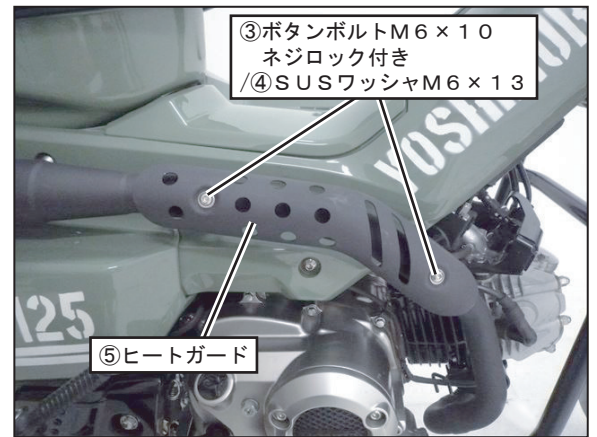

FIG. 25
16. ⑤ヒートガードを①マフラーASSYのナット位置に合わせ、④SUSワッシャM6×13、③ボタンボルトM6×10ネジロック付きを使用して規定トルクで締め付けて下さい。(FIG. 25参照)